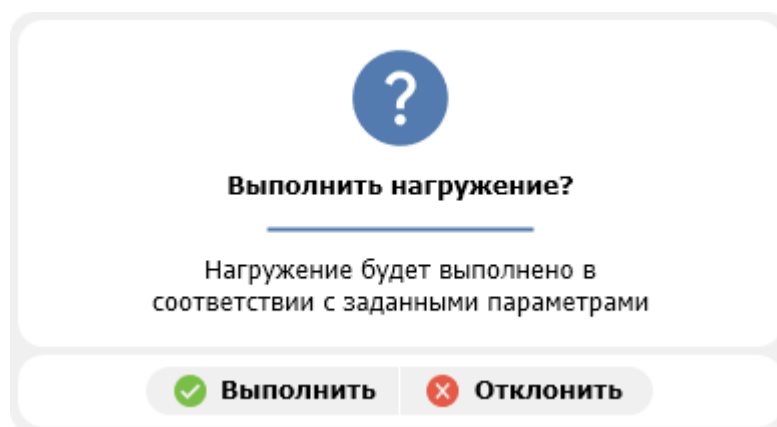

Рисунок 4.4.3
- 6) Нажмите кнопку **Выполнить нагружение** и подтвердите запрос на начало регистрации характеристики жёсткости (см. рис. 4.4.3) нажатием кнопки **Выполнить**;